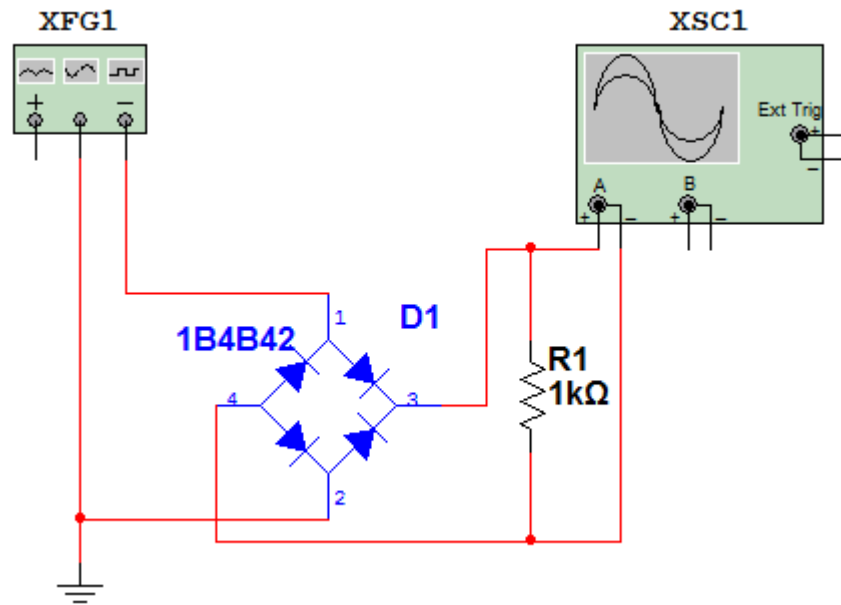

Рис. 2.6. Схема исследования двухполупериодного выпрямителя
5) Ознакомьтесь с работой двухполупериодного выпрямителя. Для этого собрать схему, изображенную на рис. 2.6. На вход выпрямителя подавать с генератора синусоидальный сигнал напряжением 5 В и частотой 50 Гц. Зарисовать осциллограмму выходного напряжения.